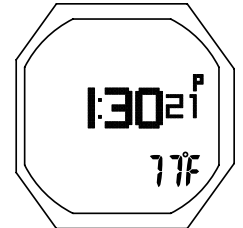

Fig. 100 - PANTALLA ALT. 2
**Pantalla alternativa 2 de O2** - Ésta es la información mostrada (Fig. 100):